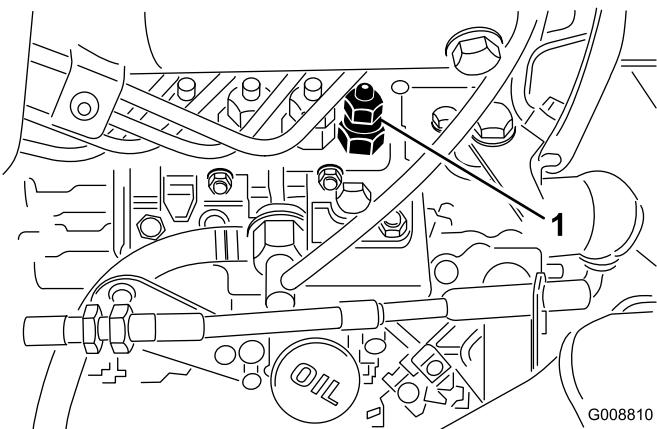

Figure 55
1. Desserrez le raccord entre l'injecteur N° 1 et le porte-injecteurs sur la pompe d'injection (Figure 55).